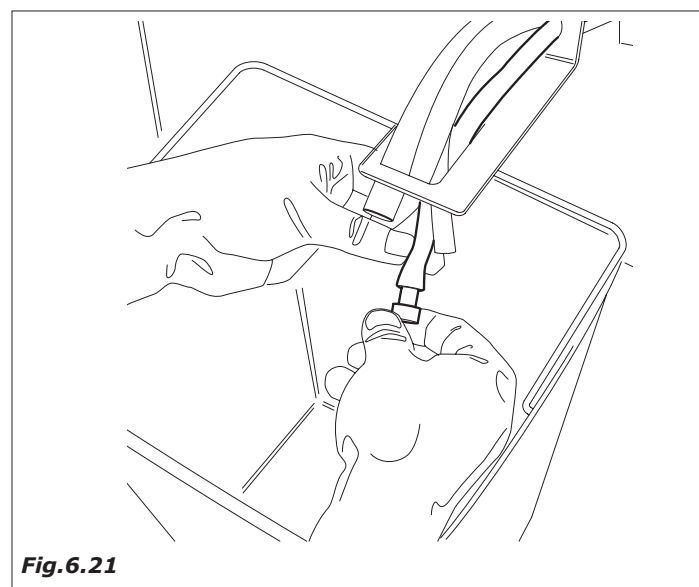

Fig.6.21
- Vuotare completamente la caldaia solubili e la vaschetta galleggianti, togliendo il tappo posto sul tubo lungo lo scivolo scarico. Rimontare il tappo a svuotamento avvenuto (Fig.6.21).